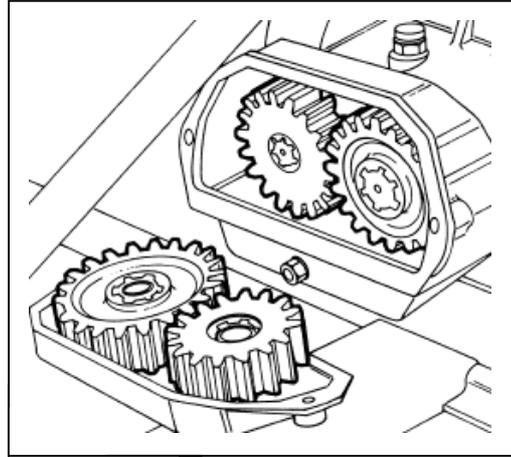

図17
- ◆ メインギアボックス後方のふたを開けます(図17)。この際、内部のミッションオイルがこぼれ出ますので、注意してください。(機体を前傾させて作業することをお勧めします)